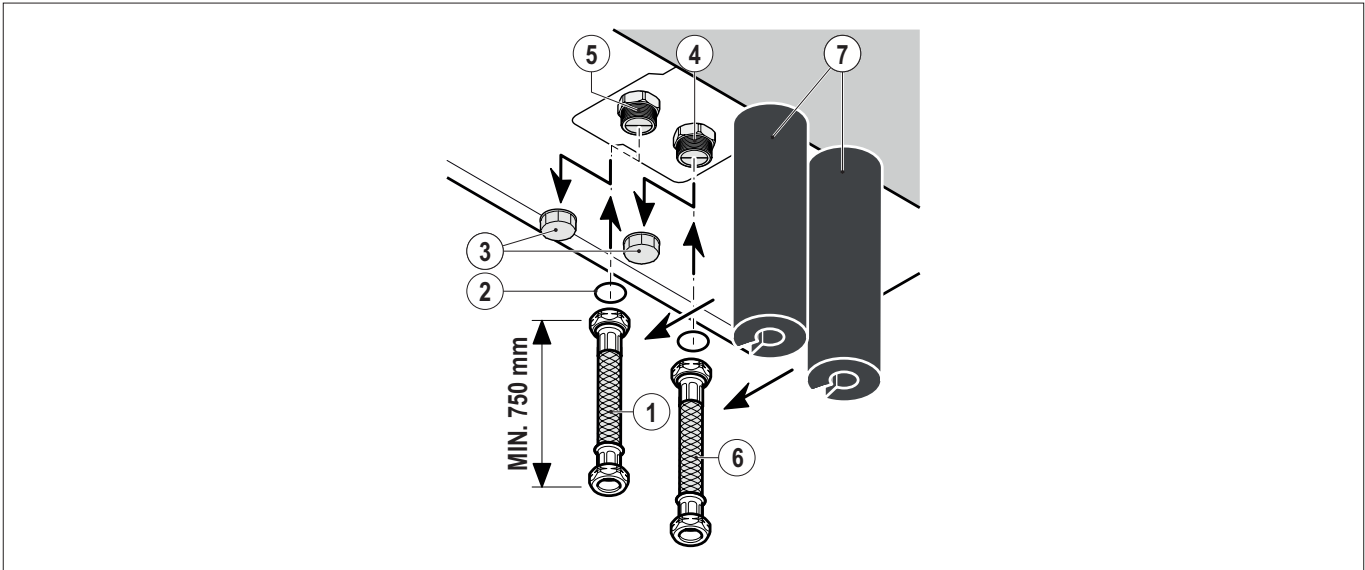

FIG. 37 (Collegamento alla fonte di energia idrica)
PER EVITARE LA TRASMISSIONE DI VIBRAZIONI SUGLI EDIFICI CONTIGUI, UTILIZZARE LINEE DI COLLEGAMENTO ALLA MACCHINA CON UNA LUNGHEZZA DI ALMENO 0,75 m (v. FIG. 37).
- 1) Svitare e togliere i tappi di copertura (FIG. 37 - Rif. 3) dagli attacchi di mandata (FIG. 37 - Rif. 5) e ritorno (FIG. 37 - Rif. 4)
- 3) Installare una tubazione flessibile (FIG. 37 - Rif. 6) con una guarnizione (FIG. 37 - Rif. 2) e una valvola di chiusura nel raccordo del ritorno del riscaldamento verso l'edificio
- 4) Installare una tubazione flessibile (FIG. 37 - Rif. 1) con una guarnizione (FIG. 37 - Rif. 2) e una valvola di chiusura nel raccordo della mandata del riscaldamento verso la pompa di calore
- 6) Rivestire i tubi con isolamento (FIG. 37 - Rif. 7)